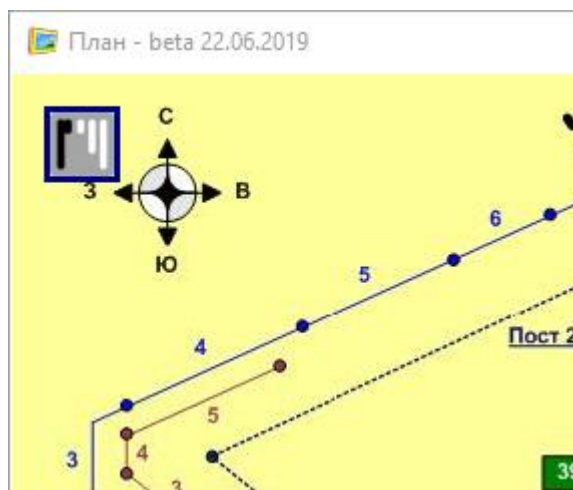

Рисунок 35.
- На плане объекта модуля «План» (см. рисунок 35) в левом верхнем углу появится иконка, выделенная синим прямоугольником, отражающей местоположение выбранного объекта на плане;